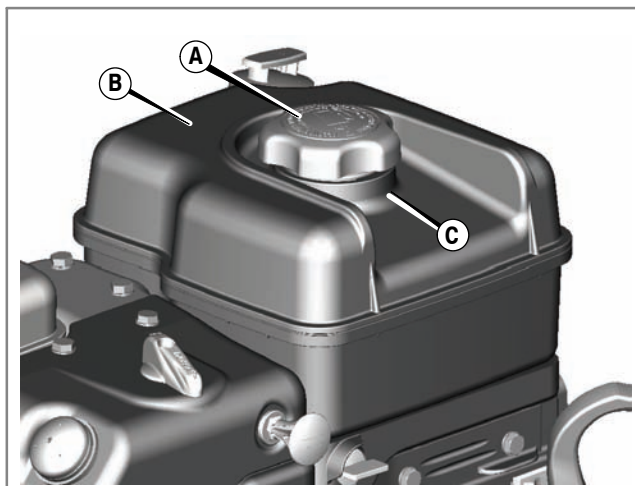

Figura 3
1. Pulire l'area intorno al tappo del combustibile da sporco e detriti. Togliere il tappo del carburante (A) (Figura 3).
2. Riempire il serbatoio (B) con benzina. Per consentire l'espansione del carburante, non riempire oltre il bordo inferiore del bocchettone del serbatoio (C).